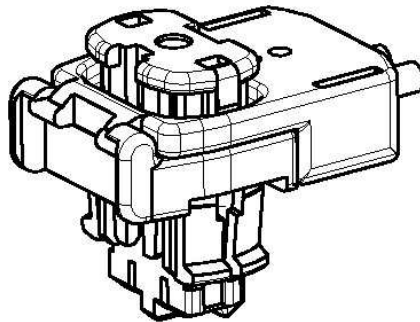

Fig. 20
③ Fig. 20の様な、仮係止状態にあることを確認します。